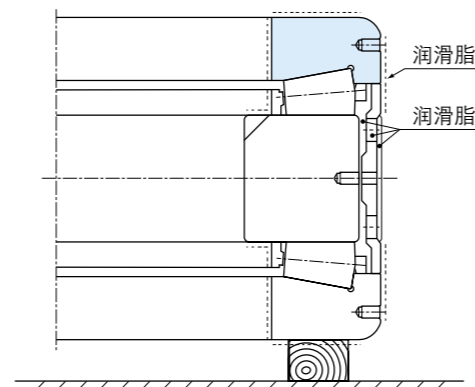

图 3.43
(6) 将配合代号 B 的外圈挡边面全周均匀厚涂润滑脂，其它面薄涂润滑脂。将外圈轻轻放在滚子之上（见图 3.43）。届时，应仔细定心。将规定重量的润滑脂由外隔圈的润滑孔填充至轴承内部。外隔圈的润滑孔、润滑槽也都涂抹定量的润滑脂，外表面全面薄涂润滑脂。使用图 2.1 之 6 所示夹具保持轴承装配状态，装进轴承座内。